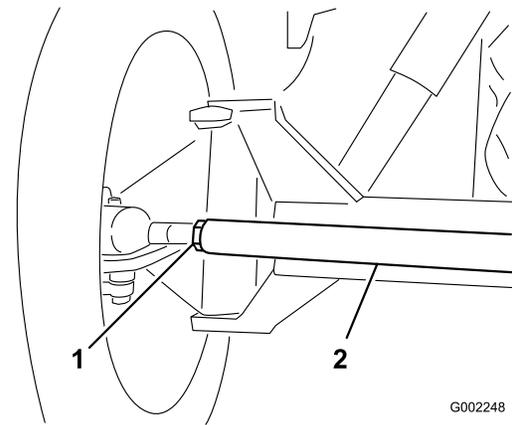

Figura 65
3. Si la distancia no está en el intervalo especificado, afloje las contratuercas en ambos extremos de la biela (**Figura 65**).